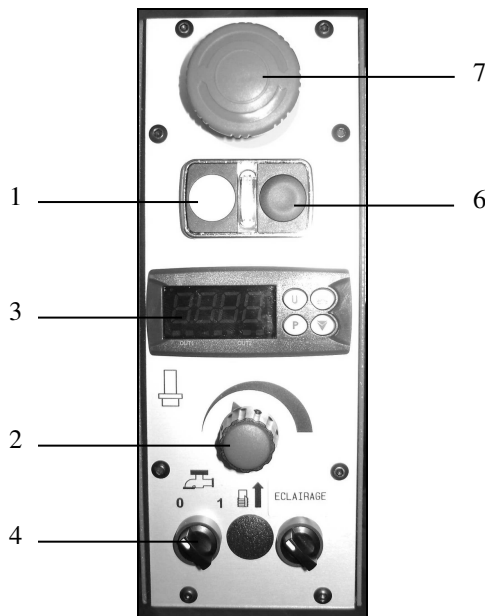
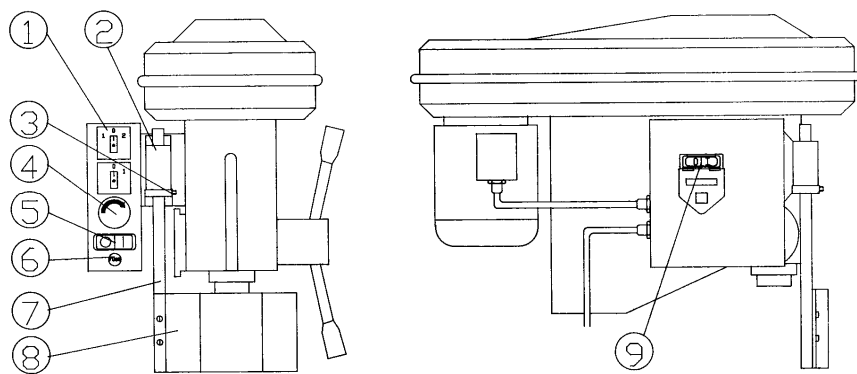

FIG.4
FIG.5
FONCTIONNEMENT DU VARIATEUR (FIG.4)
1. Appuyez sur l'interrupteur blanc (1 fig.4), le ventilateur du moteur se met à fonctionner.
3. Augmentez ou diminuez la vitesse en variant le potentiomètre (2 fig.4) (vitesses : 80 à 2030 tr/mn).
4. La vitesse apparaît sur l'affichage digital (3 fig.4).
5. Sélectionnez l'interrupteur (4 fig.4) pour l'arrosage.
7. Pour l'arrêt du variateur, appuyer sur l'interrupteur rouge (6 fig.4).
8. Pour un arrêt complet de la machine, appuyez sur l'arrêt coup de poing à accrochage (7 fig.4) ou sur le disjoncteur (9 fig.5).
CHAPITRE 6 - MISE EN FONCTIONNEMENT (FIG.4/5)
1. Monter l'axe (2 fig.5) dans le corps du protecteur (3 fig.5).
2. Positionner l'axe (2 fig.5) et serrer la vis (4 fig.5).
3. Débloquer l'arrêt coup de poing à accrochage (7 fig.4).
4. Appuyer sur le disjoncteur (9 fig.5).
5. Appuyez 2 fois sur l'interrupteur blanc (1 fig.4).
6. Augmentez ou diminuez la vitesse en variant le potentiomètre (2 fig.4).
7. Pour arrêter la perceuse, appuyez sur l'interrupteur rouge (6 fig.4).